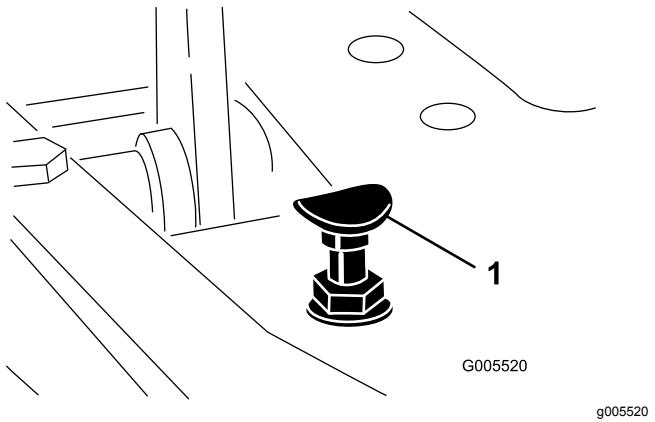

图 40
要获得最大行驶速度请将功能控制杆放在行驶位置并踩下驱动踏板。如果在拉线感到张紧力之前踏板接触到限位器 **图 40** 请执行以下调节程序
1. 将功能控制杆放在行驶位置松开将踏板限位器固定至底板上的锁紧螺母 **图 40**。